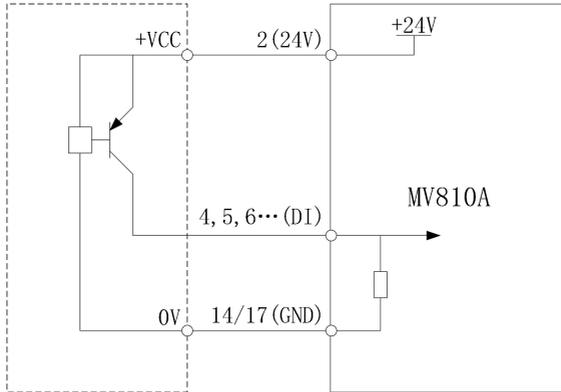

图 4-15 使用内部电源的 PNP 连接方式
② 使用变频器内部电源，外部控制器为 PNP 型的共发射极输出，接线方式如图 4-15 所示。